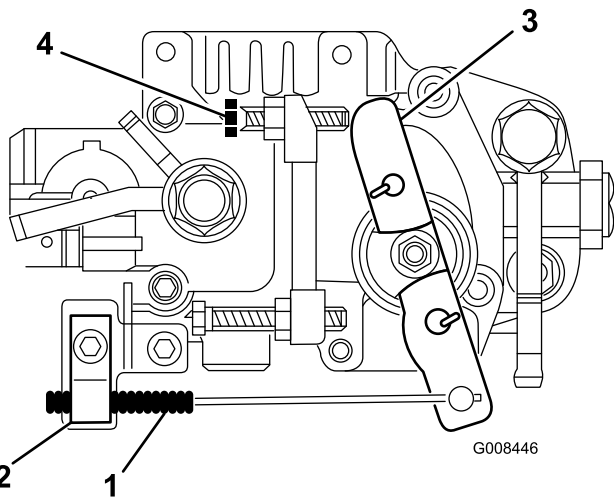

Figura 45
2. Allentate le viti del serrafilò per cavi che fissa il cavo al motore (Figura 45).
3. Muovete il filo fino a quando la leva di selezione della velocità non tocca la vite della minima (Figura 45).
2. Allentate il dado di bloccaggio sulla vite della minima (Figura 45).